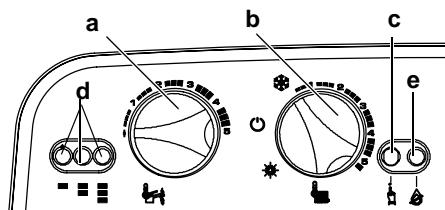

Fig. 5.33 Tablero de mandos
- 2 Colocar el selector **b** como se indica en la Fig. 5.33; la luz de señalación **d** parpadeará con una intermitencia de dos segundos aproximadamente.
- 3 Mantener pulsado el botón de restablecimiento **c** de la Fig. 5.33 durante unos 10 segundos; la luz de bloqueo **e** de la Fig. 5.33 comenzará a parpadear.
- 4 Para calibrar el *Coeficiente K*, los indicadores luminosos de señalación **d** de la Fig. 5.33 deben mostrarse como en la Fig. 5.34 (leyenda de los indicadores luminosos en el Cap.1 )
- 6 Para mostrar la configuración programada, mantener pulsado el botón de restablecimiento **c** en la Fig. 5.33 durante unos 5 segundos. Los indicadores luminosos de señalación **d** en la Fig. 5.33 parpadearán un número de veces equivalente a la configuración ( Fig. 5.35 )
- 7 Para cambiar la programación, girar el mando de regulación de temperatura de los sanitarios **a** en la Fig. 5.33 y
colocarla en el valor de K deseado de la **Fig. 5.35** (en la figura, por ejemplo, el mando está programado para K 1,5), la luz de señalización de bloqueo **e** en la **Fig. 5.33** parpadea rápidamente.
- 8 Para memorizar la configuración, pulsar el botón de restablecimiento **c** en la **Fig. 5.33** durante unos 5 segundos, los indicadores luminosos de señalización **d** de la **Fig. 5.33** parpadearán simultáneamente como en la **Fig. 5.36**